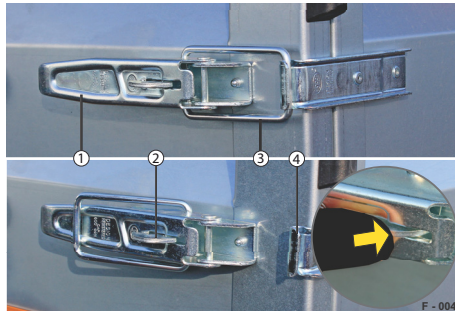

Abb. 5 Spannverschluss, STEELY
- ▶ Sicherung (Abb. 5/2) eindrücken und am Griff (Abb. 5/1) ziehen.
- Der Bügel (Abb. 5/3) ist gelöst.
- ▶ Bügel aufschwenken, dass dieser von der Lasche (Abb. 5/4) gelöst ist.